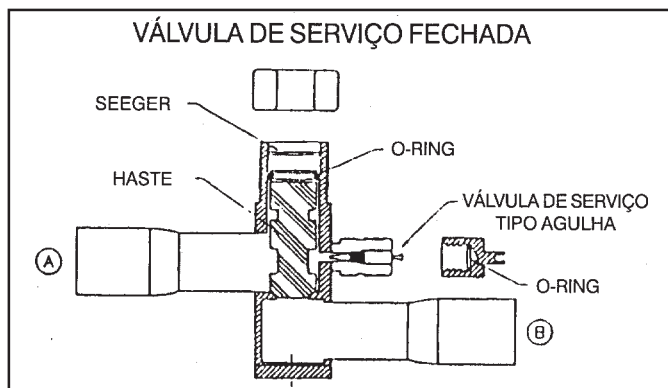

FIGURA 13
**Válvula de serviço fechada (figura 13):** com uma chave allen, girar a haste (giro em sentido horário) para a direita até o fim, apertando-a firmemente ficaremos: